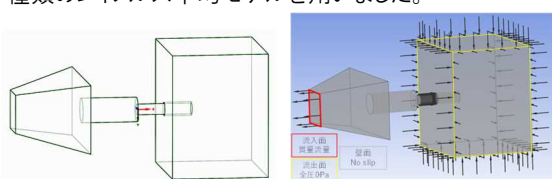

図3 境界条件(左図)と解析モデル(右図)
CAE を使って圧力損失を求める際は、一般的に流体解析を行い、流体の流入-流出口における全圧を求め、①式から算出できます。ここで、解析に用いたソフトウェアは、Ansys 2023R2、ソルバーは CFX です。図3に解析モデルと境界条件を示します。求めたい圧力面の流れを正確に把握するため、フード部分の領域と細い管の入り口近傍の空気領域も含めてモデルを作成しました。次に、メッシュモデルは壁面近傍にレイヤーメッシュを生成し、モデル全体の要素数は約 60 万メッシュとしました。実験では、時間が経過しても流れの様子にほぼ変化がない状態であると仮定し、定常解析としました。境界条件は、図3に示すように設定し、流体は空気密度 1.185 kg/m³、粘性係数 1.82 × 10⁻⁵ Pa・s としました。乱流モデルは、標準 k-ε モデルと壁面近傍の境界層予測に強いといわれる k-ω sst モデルの2種類のレイノルズ平均モデルを用いました。